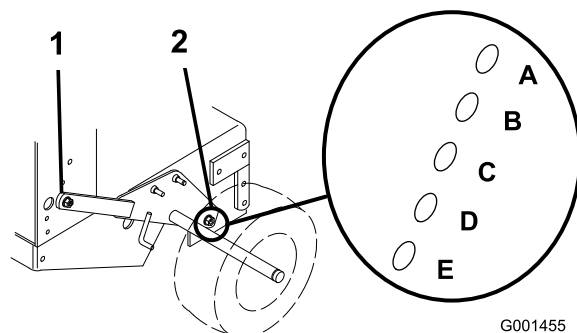

Figura 11
- Afloje, pero no retire, los 2 pernos de pivote del eje y los 2 pernos de ajuste del eje (Figura 11).
- Coloque un gato debajo del bastidor del motor, en el centro de la parte trasera. Eleve la parte trasera del bastidor del motor lo suficiente para poder retirar los 2 pernos delanteros de ajuste del eje (Figura 11).
- Eleve o baje el bastidor del motor con el gato para poder instalar los 2 pernos de ajuste delanteros del eje en los taladros deseados (Figura 11).